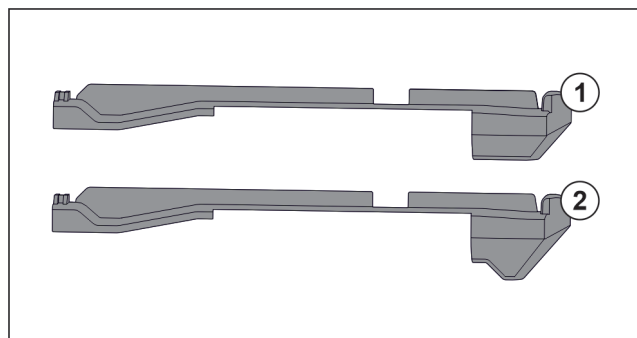

Fig. 141 Porównanie elementów nasadzanych
W urządzeniu znajdują się dwa różne elementy nasadzane. Element nasadzany nad najniższą szufladą Fig. 141 (2) posiada trójkątną krawędź. Wszystkie pozostałe elementy nasadzane Fig. 141 (1) mają prostą krawędź.
- ▶ Element nasadzany Fig. 141 (2) z trójkątną krawędzią umieścić nad najniższą szufladą.
- ▶ Element nasadzany Fig. 141 (1) z prostą krawędzią umieścić we wszystkich pozostałych miejscach.